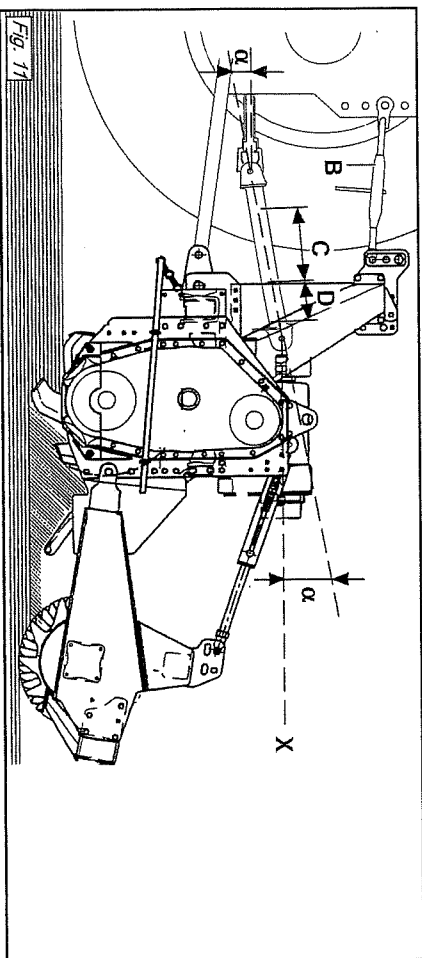
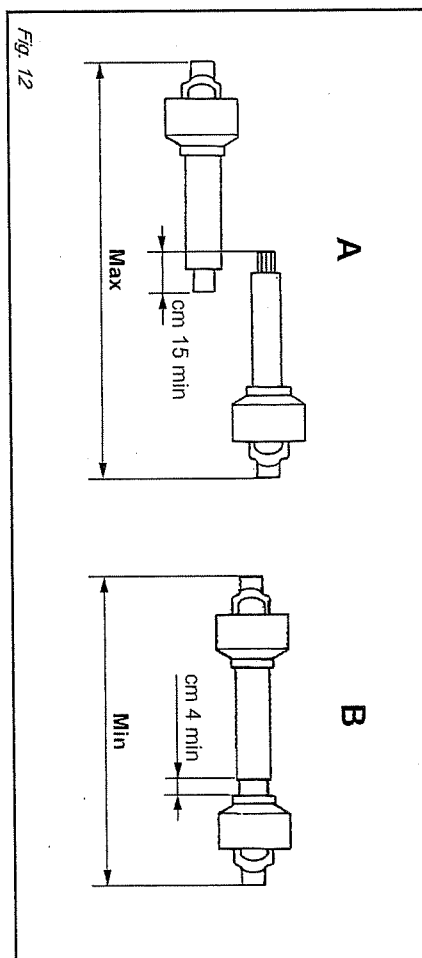

Fig. 11
Fig. 12
Per fare ciò aumentare o diminuire la lunghezza della barra superiore dell'attacco (B Fig. 11) in modo da portare l'asse (X Fig. 11) della ghiera scanalata della scatola parallela al suolo.
- I due angoli (α Fig. 11) formati dalle assi delle forcelle e l'asse dei tubi scorrevoli saranno uguali e non dovranno superare i 10°.
- La copertura (C Fig. 11) dei tubi scorrevoli deve essere di 15 cm minimo (Fig. 12).
To achieve this, increase or decrease the length of the top bar of the hitch (B Fig. 11) so as to set the axis (X Fig. 11) of the housing's grooved ring nut parallel to the ground.
- The two angles (α Fig. 11) formed by the fork axes and the axis of the sliding tubes will be equal and must not exceed 10°.
- The sliding tubes (C Fig. 11) must overlap by at least 15 cm (Fig. 12).
Um dies zu erhalten, die Länge der oberen Kupplungsstange (B Abb. 11) erhöhen oder verringern, bis die Achse (X Abb. 11) der Keilmutter des Gehäuses parallel zum Boden steht.
- Die beiden Winkel (α Abb. 11), die aus den Achsen der Gabeln und der Achse der Gleitrohre bestehen, müssen gleich groß sein und dürfen auf keinen Fall größer als 10° sein.
- Die Überdeckung (C Abb. 11) der Gleitrohre muss mindestens 15 cm ausmachen (Abb. 12).
Pour obtenir cette condition augmenter ou diminuer la longueur de la barre supérieure de l'attelage (B Fig. 11) de manière à ce que l'axe (X Fig. 11) de la bague conique de la boîte soit parallèle au sol.
- Les deux angles (α Fig. 11) formés par les axes des fourches et l'axe des tubes coulissants doivent être identiques et ne doivent pas dépasser 10°.
- La couverture (C Fig. 11) des tubes coulissants doit être au minimum de 15 mm (Fig. 12).
Para ello aumentar o disminuir la longitud de la barra superior del enganche (B Fig. 11) en modo de llevar el eje (X Fig. 11) de la tuerca ranurada de la caja paralela al terreno.
- Los dos ángulos (α Fig. 11) formados por los ejes de las horquillas y el eje de los tubos corredizos serán iguales y deberán superar los 10°.
- La cobertura (C Fig. 11) de los tubos corredizos debe ser como mínimo de 15 cm (Fig. 12).
- I due tubi dell'albero di trasmissione a cardano non si devono ricoprire completamente, una corsa di sicurezza (D Fig. 11) di 4 cm minimo deve sussistere.
- The two tubes of the driveline shaft must not fully overlap. There must always be a safety travel (D Fig. 11) of at least 4 cm.
- Die beiden Rohre der Gelenkwelle dürfen sich nicht ganz überdecken. Es muss noch einen Sicherheitshub (D Abb. 11) von mindestens 4 cm geben.
- Les deux tubes de l'arbre de transmission à cardans ne doivent pas se recouvrir complètement, il doit rester une course de sécurité (D Fig. 11) de 4 cm au minimum.
- Los dos tubos del árbol de transmisión de cardán no se deben cubrir completamente, debe quedar una carrera de seguridad (D Fig. 11) de 4 cm como mínimo.
- Gli angoli (α Fig. 11) dei cardani non devono essere superiori a 40° (Fig. 11). Se non si raggiungono questi due risultati:
Quando esso è inserito al massimo, il gioco minimo consentito deve essere di 4 cm. (Fig. 12).
- The angles (α Fig. 11) of the drivelines must not exceed 40° (Fig. 11).
When fully inserted, the minimum play must be 4 cm. (Fig. 12).
- Die Winkel (α Abb. 11) der Gelenkwelle dürfen nicht größer als 40° sein (Abb. 11).